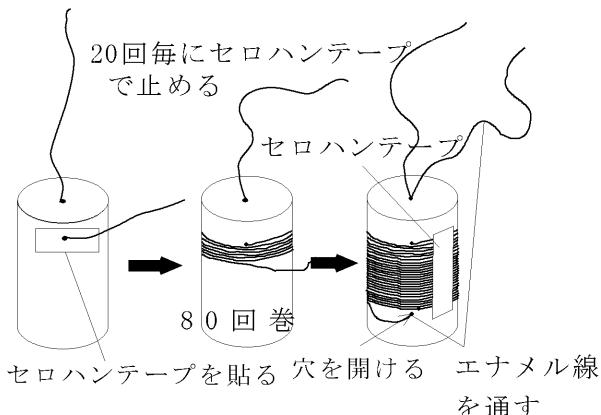

図2 コイルの作成2
- (4) フィルムケースの側面からでたエナメル線を、フィルムケースに貼り付ける。
- (5) エナメル線をフィルムケースに80回巻く。このとき20回おきにばらばらにならないように、セロハンテープで止めていく。
- (6) 80回巻いたら、巻き終わった地点のフィルムケース側面に千枚どおしで穴を開ける。
- (7) 巻き終わった線を側面に開けた穴に通し底に開けてある穴から出す（図2）。
- (8) フィルムケースの底から出ているエナメル線の長さを約7cmに切りそろえる。また、紙やすりで、エナメル線両端のエナメルを削ってはがす（約2cm）。